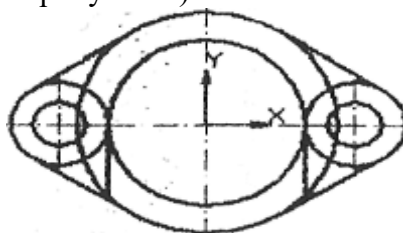

Рисунок 4
6. Затем на этих прямых постройте отрезки до пересечения с нижними отрезками, построенными ранее (см. рисунок 4).